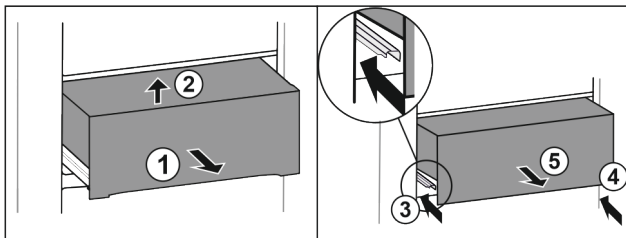

Fig. 32
- ▶ Sortir le tiroir à mi-chemin Fig. 32 (1).
- ▶ Le soulever à l'avant Fig. 32 (2).
- ▶ Rentrer le rail de gauche Fig. 32 (3).
- ▶ Rentrer le rail de droite Fig. 32 (4).
- ▶ Retirer le tiroir par l'avant Fig. 32 (5).